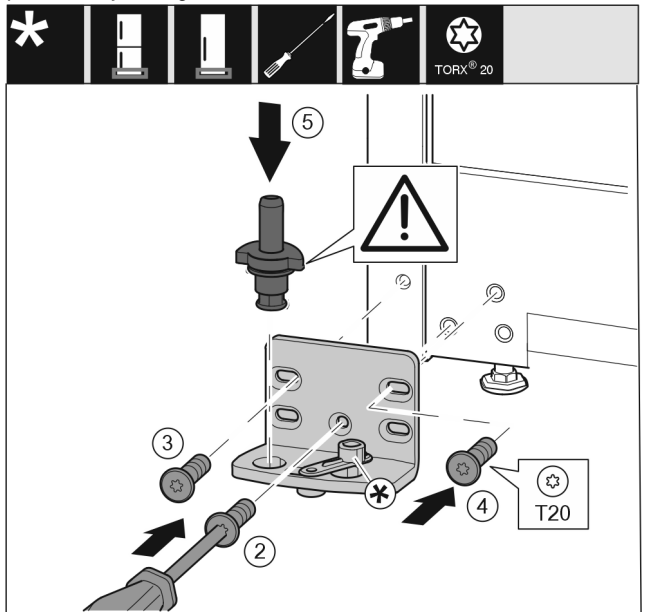

Fig. 14
- Pielieciet gultņa balstu otrajā pusē un pieskrūvējiet ar skrūvgriezi T20. Sāciet apakšā pa vidu ar skrūvi 2. Fig. 14 (2)
- Pieskrūvējiet skrūvi 3 un 4. Fig. 14 (3,4)
- Ievietojiet pilnīgi gultņa tapu. Uzmanieties, lai aizturu izcilnis būtu vērsts virzienā uz aizmuguri. Fig. 14 (5)